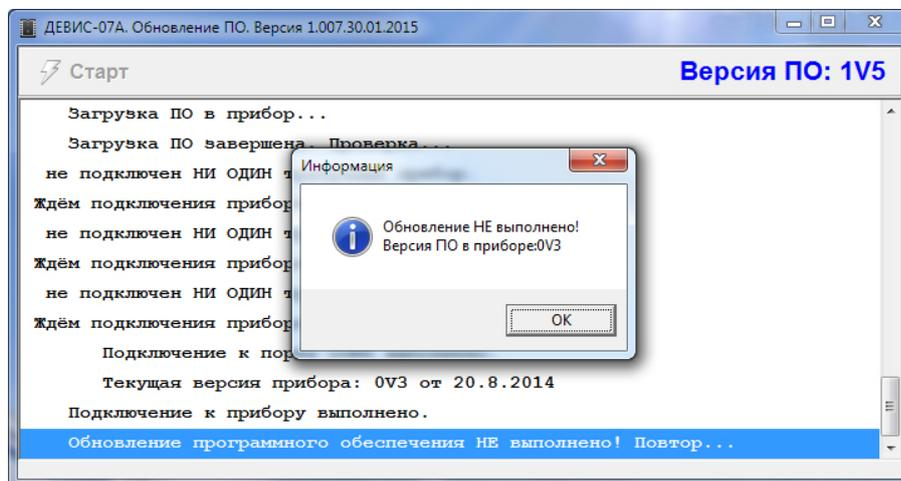

Рисунок 13 – ПО не обновлено.
- 2.8. После установления связи Программа произведет проверку установленной версии ПО. Если программное обеспечение установлено некорректно, то Пользователю будет показано соответствующее сообщение (см. рисунок 13). После подтверждения нажатием на кнопку «ОК», программа перейдет к повторному выполнению алгоритма обновления ПО, начиная с п. 2.5.